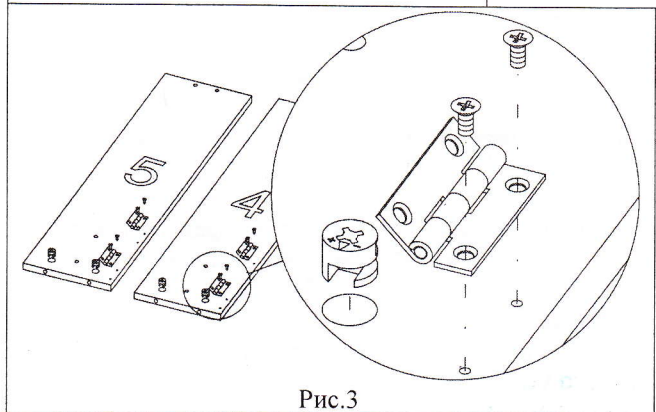

Рис. 3
3. Шурупами 6×13 прикрепить карточные петли к деталям №4 и №5, вставить эксцентрики в детали №4 и №5, причём указательная стрелка на корпусе должна быть направлена, строго в сторону отверстия в торце (см. рис. 3).